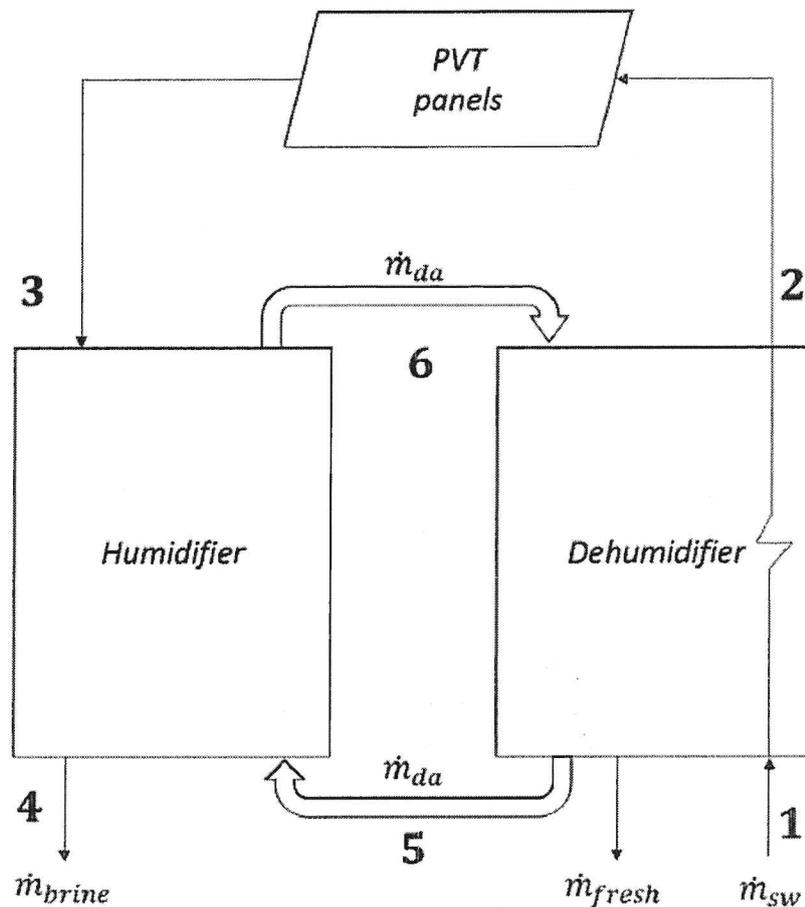

Figura 1 – Schema di principio di un sistema HDH.
La Figura 1 mostra lo schema di principio di un sistema di dissalazione dell'acqua di tipo HDH (Humidification – DeHumidification) collegato ad un campo di pannelli solari ibridi (PVT panels). Tale sistema coinvolge un flusso di acqua di mare (pedice **SW**) e un flusso di aria (pedice **DA**) e ha come prodotti un flusso di acqua dissalata (pedice **FRESH**) e un flusso di salamoia (pedice **BRINE**).
- Lato acqua di mare: acqua è prelevata dal mare (condizioni 1) ed è dapprima inviata al deumidificatore (**Dehumidifier** in Figura 1), dove incrementa la propria temperatura (condizioni 2), e successivamente attraversa il campo di pannelli solari, aumentando ulteriormente la propria temperatura (condizioni 3). Acqua di mare ad alta temperatura è quindi spruzzata all'interno di una corrente d'aria nell'umidificatore (**Humidifier** in Figura 1) dove evapora parzialmente. La portata di acqua non evaporata si raccoglie sul fondo dell'umidificatore ed è smaltita all'esterno sotto forma di salamoia, avendo una maggiore concentrazione di sali al suo interno (condizioni 4).
La Figura 1 mostra lo schema di principio di un sistema di separazione tra una draw solution e acqua mediante separatore a coalescenza (COALESCER). I due fluidi sono affini a basse temperature, mentre si smiscelano a temperature più elevate ($>60\text{ }^{\circ}\text{C}$). Il principio di separazione sfrutta questa particolare proprietà con l'aiuto di un separatore a coalescenza dove avviene la separazione fisica.
La Figura 1 mostra lo schema di principio di una pompa di calore elio-assistita. Il sistema è costituito da una pompa di calore di tipo acqua-acqua (**Heat pump**), da un campo di pannelli solari ibridi (**Roll Bond PVT**) e da un'utenza che riceve in ingresso l'acqua calda prodotta dalla pompa di calore (utenza non mostrata in figura).